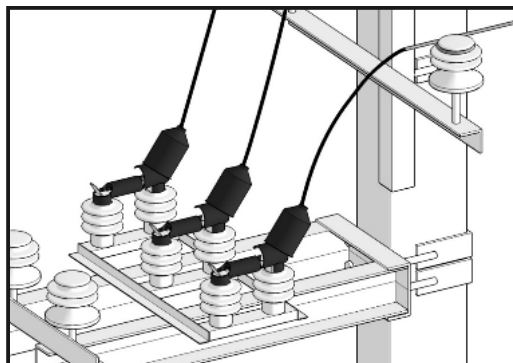

Рис. 50.
11.2.10 Выполнить те же действия для оставшихся двух шлейфов (Рис. 50).